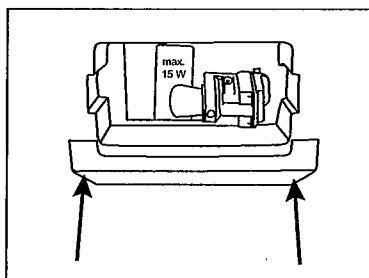

fig. 7
2. Démontez le cache éclairage en appuyant sur les côtés (fig. 7) pour le faire sortir des deux attaches.